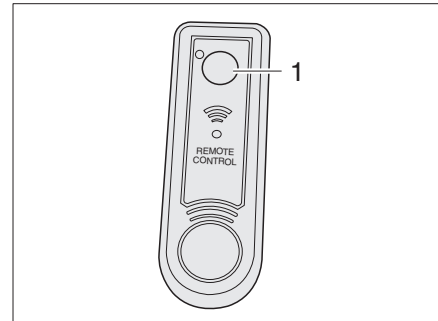

Fig. 109 Télécommande de la lampe dans le toit relevable
■ Appuyer sur le bouton (Fig. 109,1) pour allumer et éteindre la lampe.